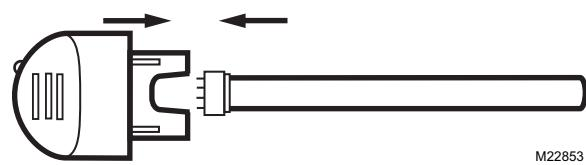

Fig. 16. Reemplace el vidrio de la lámpara del mango SnapLamp™.
6. Inserte el nuevo vidrio de la lámpara en el mango SnapLamp™ de manera que quede alineado con la llave y empújelos juntos. Consulte la Fig. 16.